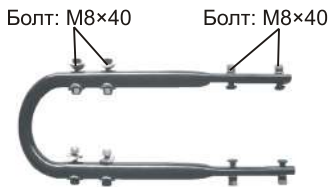

Рис. 2
1. Развинтите 4 болта M8x40 и 4 болта M8x30 соединительной трубы (рис. 2);